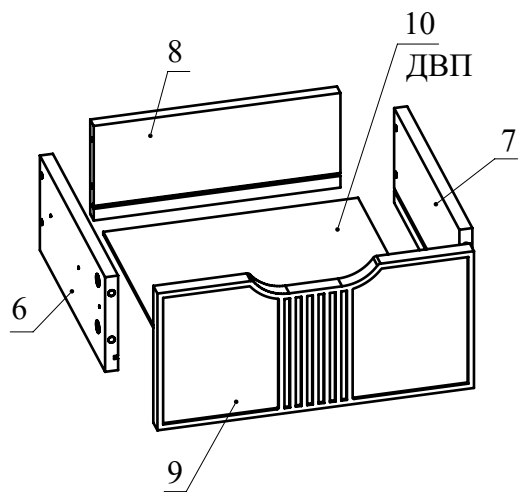
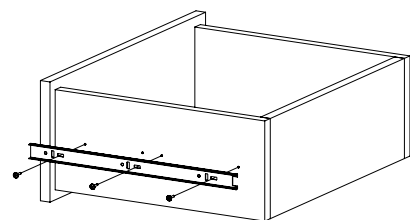

Рис.8
Рис.9
8. Соберите ящик. Для этого соедините детали 6 и 7 с деталью 8 при помощи конфирматов. Вставьте дно ящика 10 из ДВП в пазы деталей 6, 7, 8. Соедините фасад ящика с полученной конструкцией и затяните головки минификсов (Рис. 8). Закрепите внутренние планки направляющих на деталях 6 и 7 шурупами 3, 5x16 (Рис. 9). При необходимости регулировки ящика выкрутите шурупы из круглых отверстий и перекрутите в овальные (продольные и вертикальные регулировочные отверстия). Не затягивая до конца шурупы, сместите ответную планку вверх-вниз. Затяните шурупы до конца.